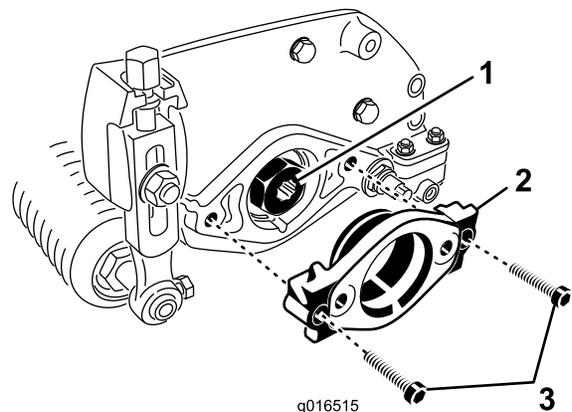

Bild 8
2. Nehmen Sie die zwei Inbusschrauben ab, mit denen die Motorhalterung links hinten an der Schneideinheit befestigt ist. Nehmen Sie die Motorbefestigung ab (Bild 8).
3. Schmieren Sie die Antriebskupplung innen mit Fett ein (Bild 8).
4. Schmieren Sie links hinten an der Schneideinheit etwas Öl auf den O-Ring und befestigen Sie die Motorhalterung mit den zwei vorher entfernten Inbusschrauben (Bild 8). Ziehen Sie die Schrauben mit 16 bis 20 Nm an.